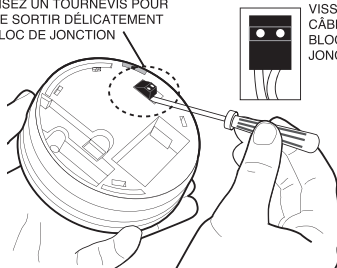

Figure 10
4. À l'aide d'un petit tournevis, décollez le bloc de jonction à l'arrière du détecteur en le soulevant verticalement (voir figure 10).